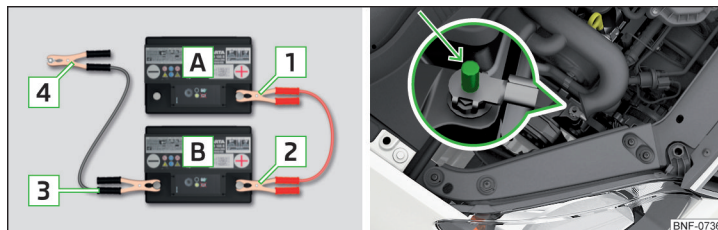

Fig. 125 Starthjælp: A – afladet batteri, B – strømgivende batteri / Motores stelpunkt
- Sæt klemmen 1 fast på pluspolen på det afladete batteri A » Fig. 125.
I biler med start-stop-system skal startkablet tilsluttes til motorens stelpunkt » Fig. 125.